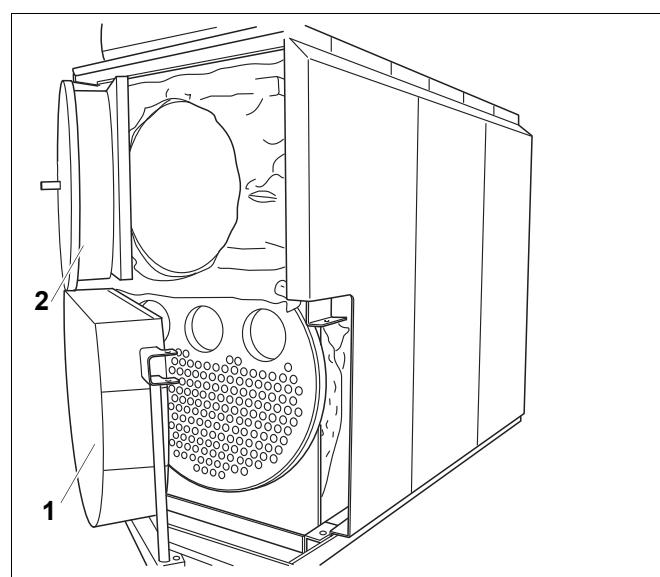

Рис. 29 Открытие двери котла
Перед тем, как открыть дверцу горелки (рис. 29, **поз. 1**), проверьте наличие шарнирных осей на дверце и обратной камере котла.
- Отверните болты обратной камеры котла (рис. 29, **поз. 1**) и откройте ее.
- Выверните болты из двери котла (рис. 29, **поз. 2**) и откройте ее.